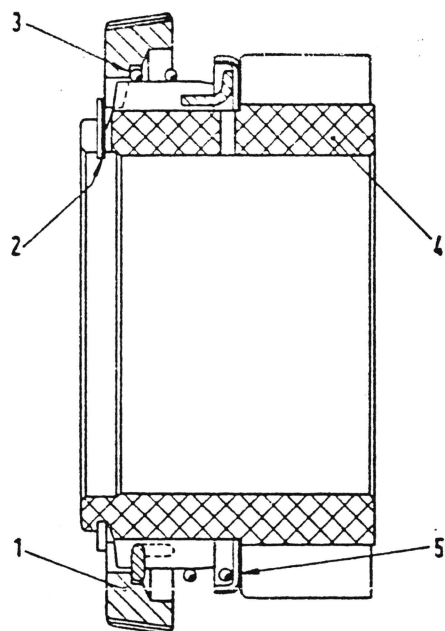

Abb. 42. - Schnitt durch das Getriebe des 3. Gangs, komplett mit Synchronisierung.
Bei der Montage der Synchronisierung muss vor dem Einsetzen des Federrings (2, Abb. 42) kontrolliert werden, ob die umgebogenen Enden der Feder (3) in die Vertiefungen des Synchronzahnkranzes richtig eingesteckt sind, ohne dass dabei der normale Durchmesser der Feder selbst eine Veränderung erlitten hat.